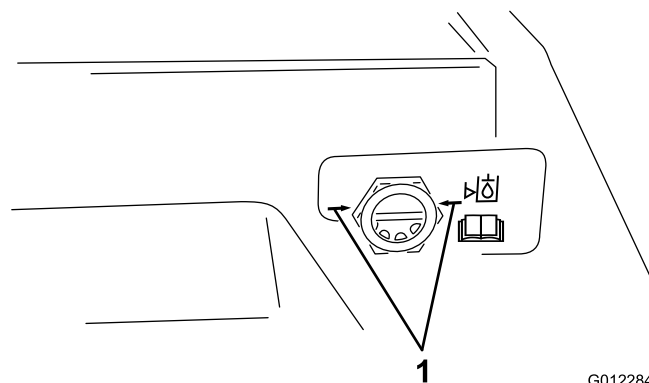

Figura 43
5. Con gli apparati di taglio sollevati e l'olio caldo, guardate attraverso il vetro spia (Figura 43). Se il livello del fluido idraulico non è pari alle frecce, aggiungete fluido fino a portarlo al livello adeguato. **Non rabboccate se il fluido è freddo.**
6. Guardate attraverso il vetro spia (Figura 43). A caldo, il livello dell'olio idraulico dovrebbe essere pari alle frecce. Se il livello è più basso, aggiungete olio idraulico nel serbatoio.